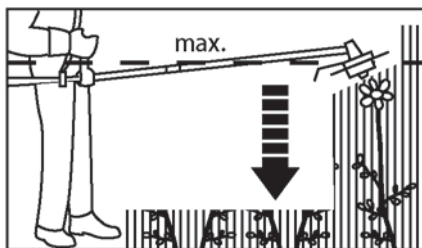

Fig. 18
- > Ne levez jamais la tête de coupe au-dessus de la hauteur de vos hanches (Fig. 18); plus la tête de coupe est haute, plus le risque de projection d'objets augmente.